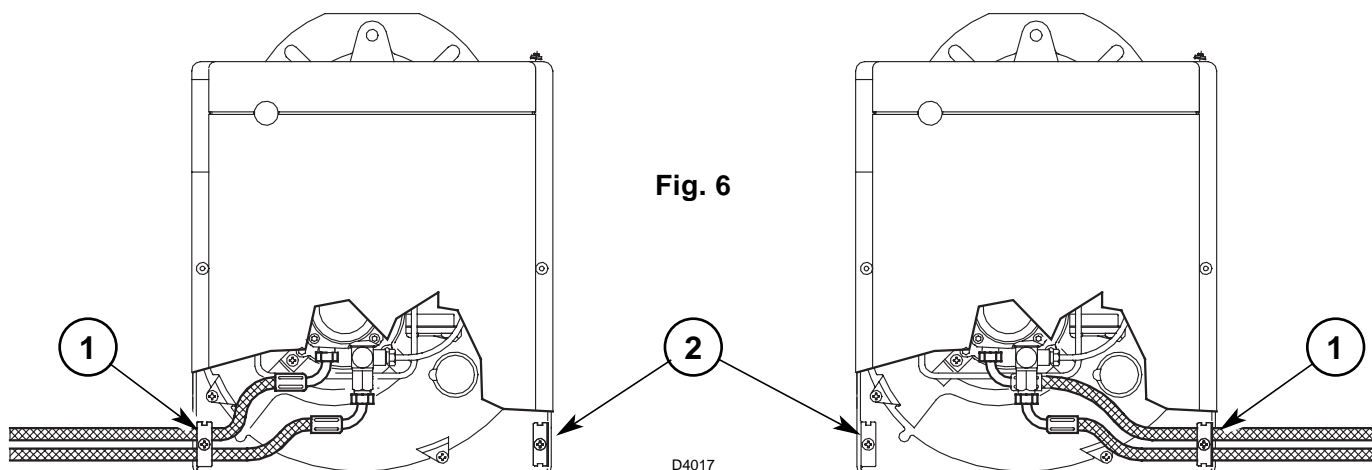

Fig. 6
Il bruciatore è predisposto per ricevere i tubi di alimentazione del gasolio da entrambi i lati. A seconda che l'uscita dei tubi avvenga a destra o a sinistra del bruciatore si dovranno invertire sia la piastrina di fissaggio (1) che la squadretta di chiusura (2), (vedi fig. 6).